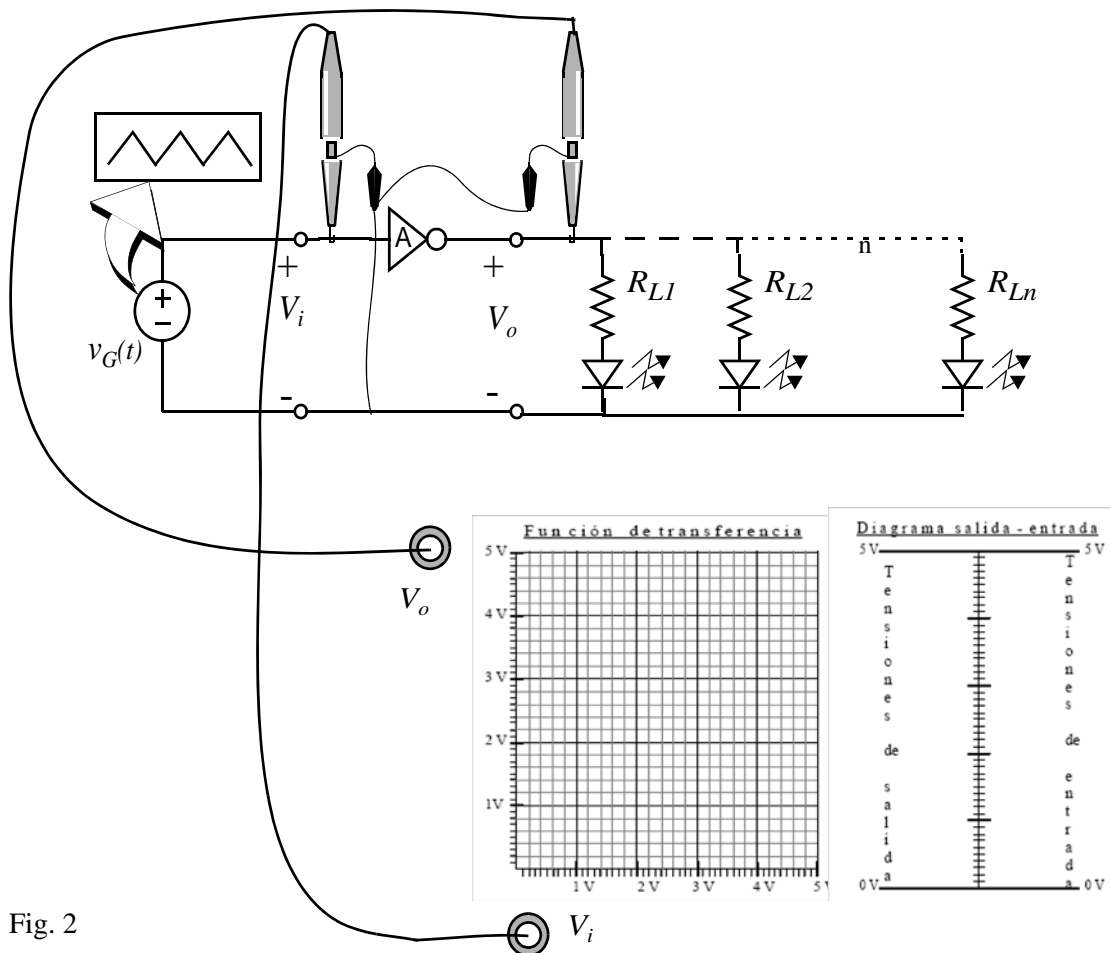

Fig. 2
- Utiliza el circuito integrado 74LS00 que contiene 4 NAND de dos entradas (Fig. 1b). Escoger una de ellas y configuralá como inversor según el esquema de la Fig. 1c) y reproducir en la placa de montaje el esquema de la Fig. 2, en donde se observa que se ha añadido una carga a la salida del inversor formada por un diodo led y una resistencia en serie (conexión con línea continua en la Fig. 2). Escoge $R_{L1} = 1k\Omega$.
- Visualiza ahora la característica de transferencia como en el caso anterior y mide de nuevo los valores de tensión V_{oL} , V_{oH} , V_{iL} y V_{iH} . Justifica las diferencias con lo observado en la Propuesta A. Dibuja sobre la réplica de la Fig. 2, que se proporciona en la hoja de entrega, la imagen que ves en la pantalla del osciloscopio, y representa los niveles lógicos sobre un diagrama salida-entrada de la Fig. 2.
- Añadir en paralelo a la salida una nueva carga idéntica a la anterior R_{L2} y repetir la experiencia. Justificar la diferencia (conexión con línea discontinua). Dibuja sobre la réplica de la Fig. 2, que se proporciona en la hoja de entrega, la imagen que ves en la pantalla del osciloscopio, y representar estos valores sobre un diagrama salida-entrada de la Fig. 2.
- **Recuerda: Al terminar la sesión de prácticas se entregaran los datos recogidos en la Tabla 2: y Table 3:. Asi como el esquema de la Fig. 2. No olvides quedate con una copia de tu entrega.**